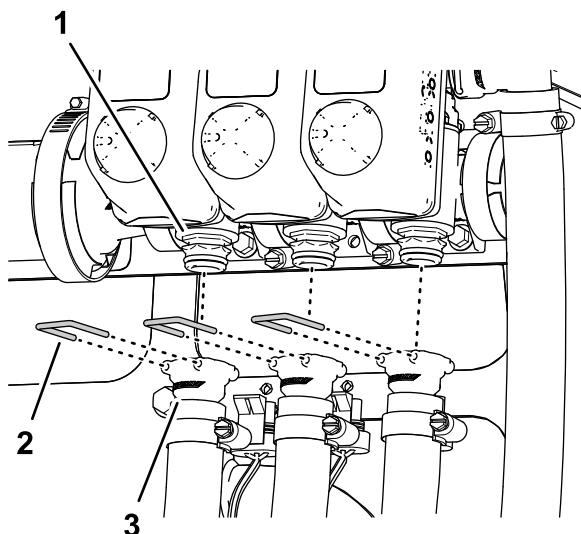

Figura 24
6. Retire las horquillas de retención que sujetan las mangueras de suministro izquierda, central y derecha a los acoplamientos rápidos de las válvulas de sección (Figura 24).